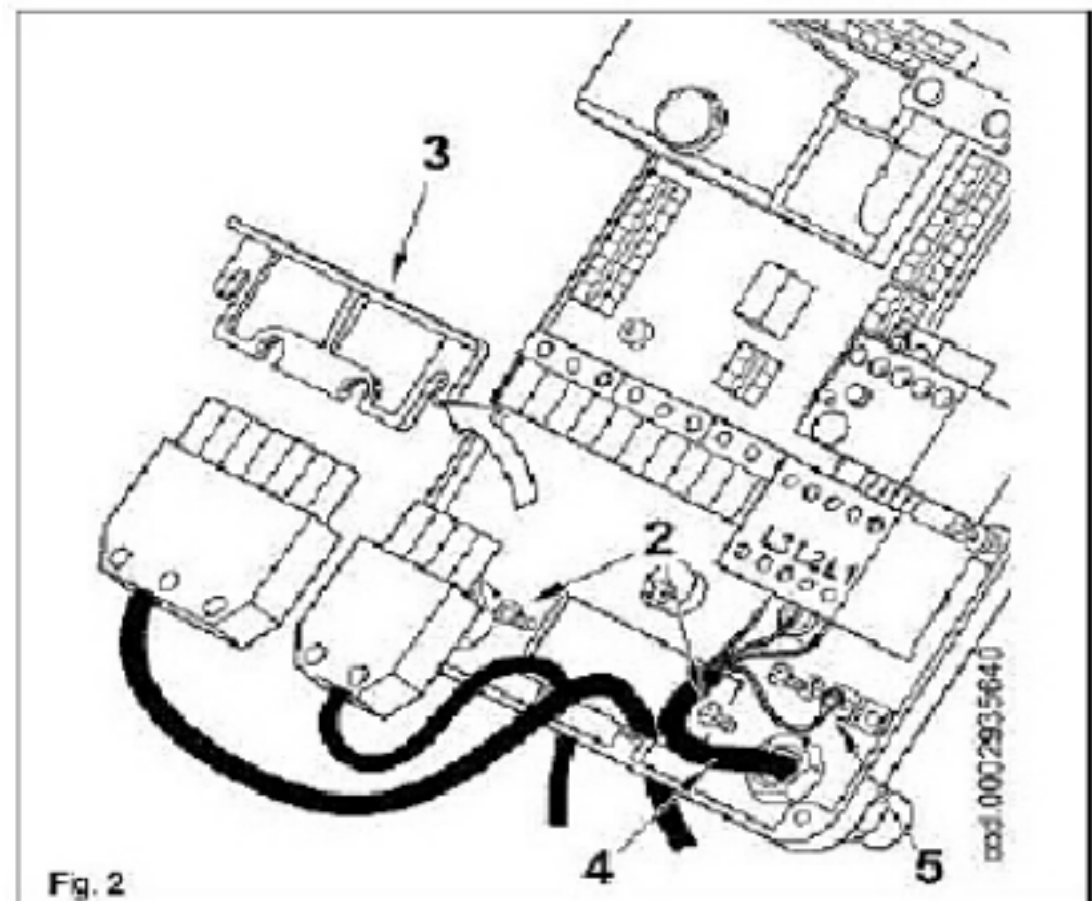

Fig. 2
- 松开螺丝2，拿掉电缆压板3，如Fig. 2所示，将七孔插头和四孔插头从洞中穿入。假设产品是三相燃烧器，请将电源线4与接触器联接好。做好接地5，锁紧电线固定器。